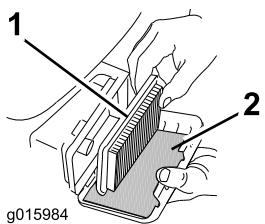

Рисунок 27
3. Извлеките бумажный воздушный фильтр и фильтр предварительной очистки из пеноматериала (Рисунок 27).